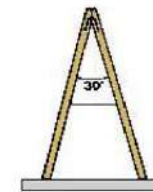
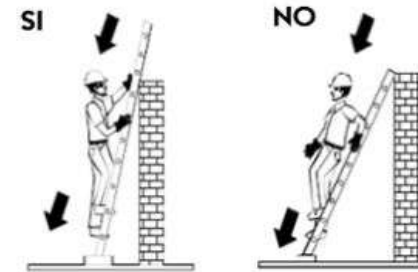

Fig 13
Fig 14
b) Si la escalera es de tijera, esta se debe abrir por completo, sin sobrepasar los 30° de apertura (Ver fig 13). No está permitido trabajar a horcajadas (Ver Fig. 14 un pie a cada lado de la parte superior de la escalera)